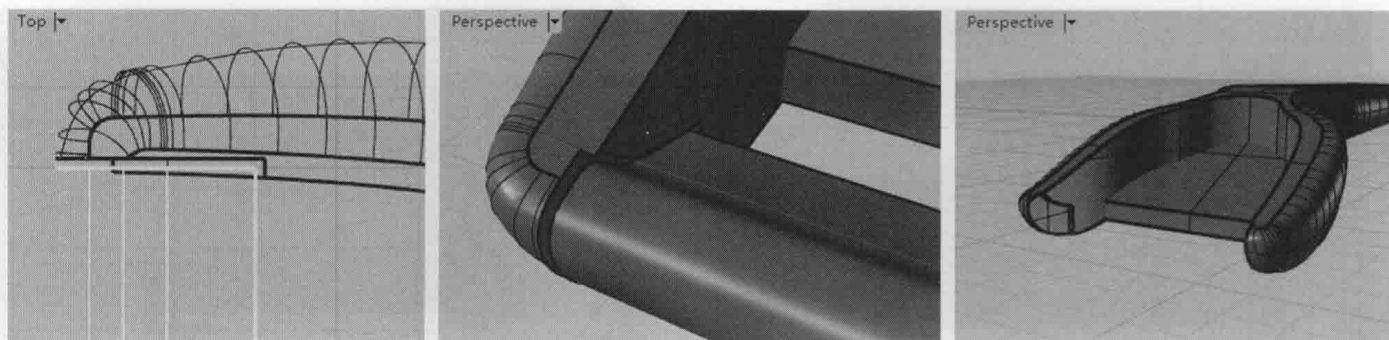

图 5-84 布尔运算结果
(11) 切换“曲面”图层为当前图层, 将挤出后的两个曲面调整到该图层中, 并隐藏“曲线”图层。
(12) 单击工具箱中的 / 【布尔运算差集】按钮, 选取刨皮刀主体对象后右击, 再选取红色闭合曲面后右击, 布尔运算结果如图 5-84 所示。